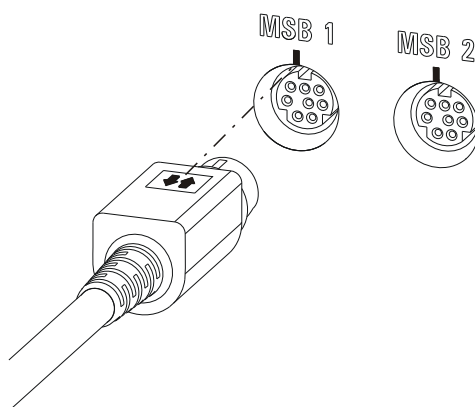

Figura 15 Conector MSB
- Al conectar asegúrese de que la parte plana del enchufe macho MSB marcado con flechas esté dirigida a la marca en el conector MSB (véase figura 15, página 26).